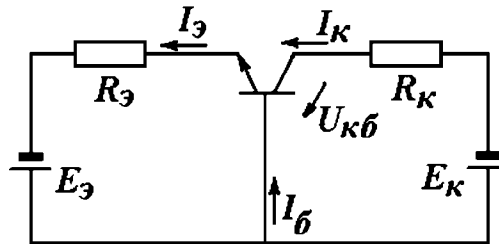

Рис. 2.61. Схема к задаче 7
7. Транзистор *n-p-n*- типа включен по схеме на рис. 2.61.